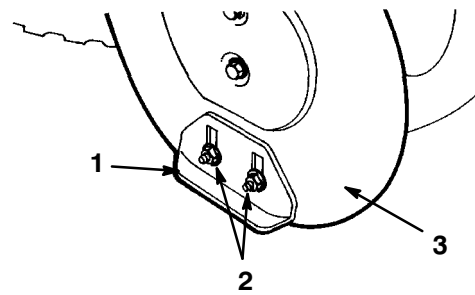

Figure 26
4. Desserrez les 4 boulons à embase qui fixent les deux patins sur les côtés du carter de tarière (Fig. 26) jusqu'à ce que les patins puissent coulisser aisément vers le haut et vers le bas.
9. Serrez les 4 écrous à embase qui fixent les deux patins sur les côtés du carter de tarière (Fig. 26).